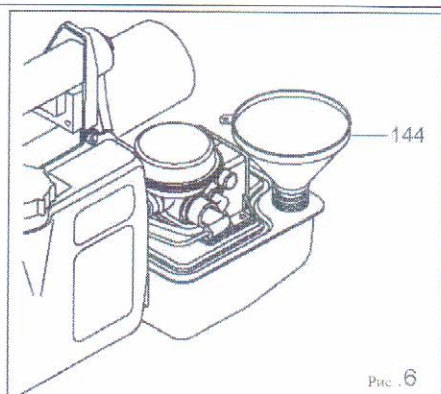

Рис. 6
5. Заправьте топливный бак стандартным бензином, без добавок. Использование наилучшего бензина с высоким октановым числом не приведет к улучшению работы. Всегда используйте воронку с фильтром (144), рис. 6.